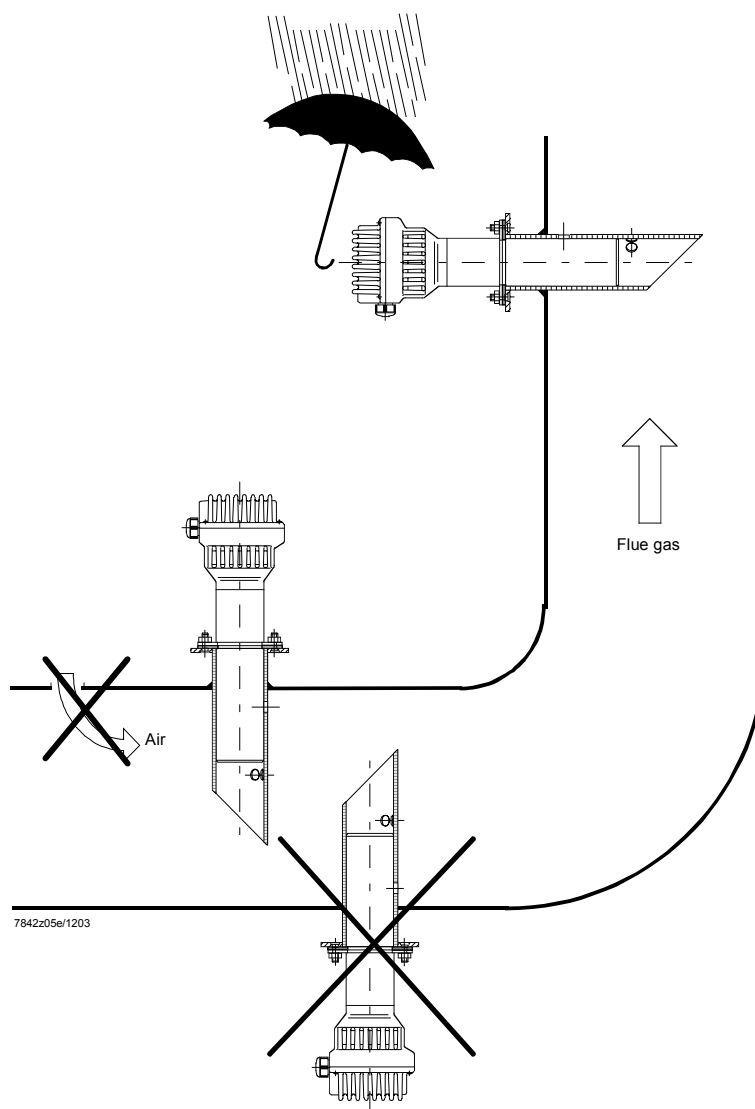

Рис.7: Монтажное положение QGO20...
1. Сбор топочных газов и передача их на датчик (Рис.7), подгонка датчика к вытяжной трубе.
Чтобы уменьшить время реакции в случае низкой скорости потока, AGO20... можно устанавливать также в наклонном положении (Рис.7).